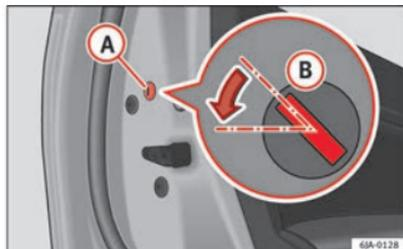

Fig. 4 Puerta trasera: bloqueo de emergencia.
- Quite la tapa **A** » » » **fig. 4**.